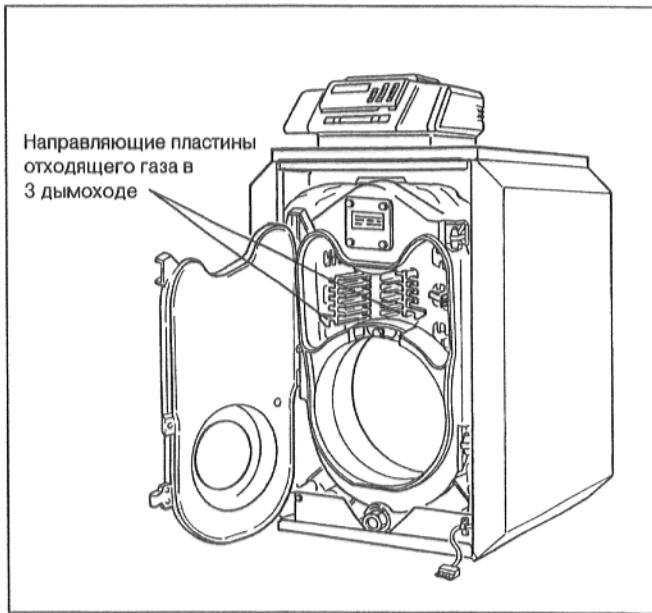

рис. 38
- Вынуть направляющие пластины отходящего газа слева и справа по направлению вперед (рис. 38).